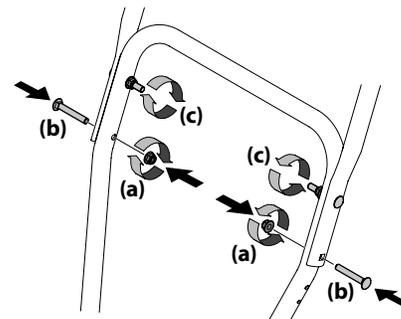

Figure 2-5
- Installez les deux boulons de carrosserie (b) et les écrous (b) retirés à l'étape 2. Terminez l'assemblage de la poignée et serrant les deux écrous supérieurs (c) desserrés à l'étape 2. Voir Figures 2-5 ou 2-6 selon les supports latéraux de votre modèle.